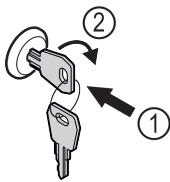

Fig. 176
- Uvucite ključ Fig. 176 (1).
- Okrenite ključ za 90° nadesno Fig. 176 (2).